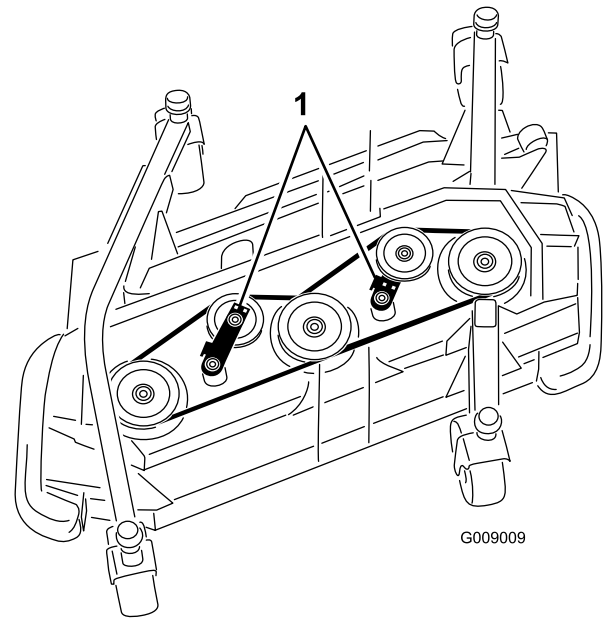

Figura 124
5. Utilizando uma chave de roquete ou ferramenta semelhante, afaste as polias intermédias da correia da transmissão para libertar a tensão da correia e permitir que esta saia das polias (Figura 124).